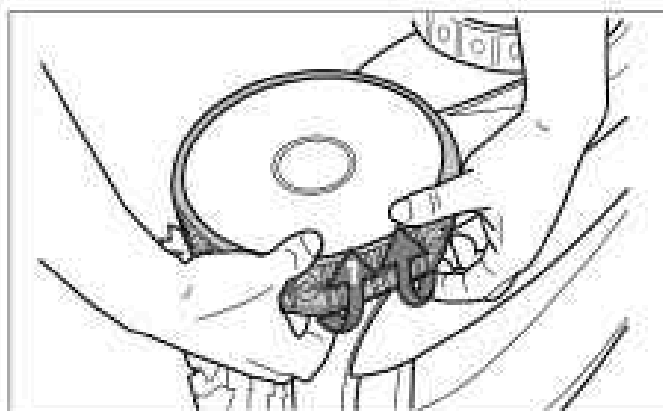

Figure 31. Retirer le pneu usé de la roue
1. Tirez à l'intérieur de l'ancien pneu pour retirer la lèvres du pneu (Figure 31).